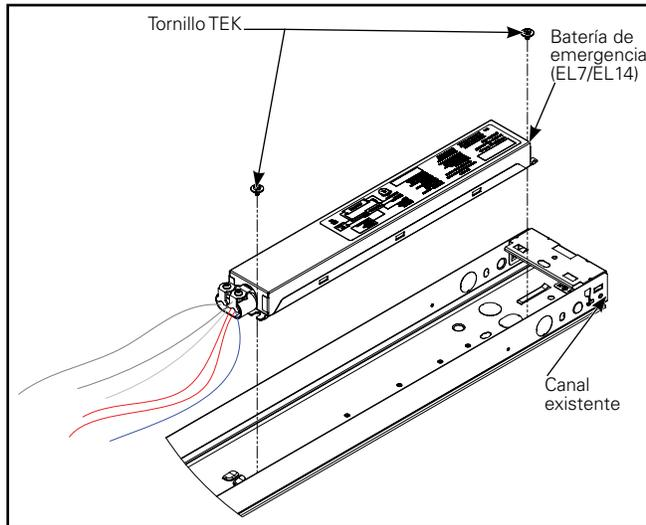

Figura 6.
1. UNIDAD DE EM: instale la unidad de EM en el canal de la luminaria existente. La unidad de EM debe instalarse de modo que haya suficiente longitud de cable para hacer todas las conexiones al controlador LED y al interruptor de prueba de EM. Monte la unidad de EM en el extremo opuesto del canal, de modo que no interfiera con el controlador que está conectado a la bandeja de engranajes. (Figura 6.)